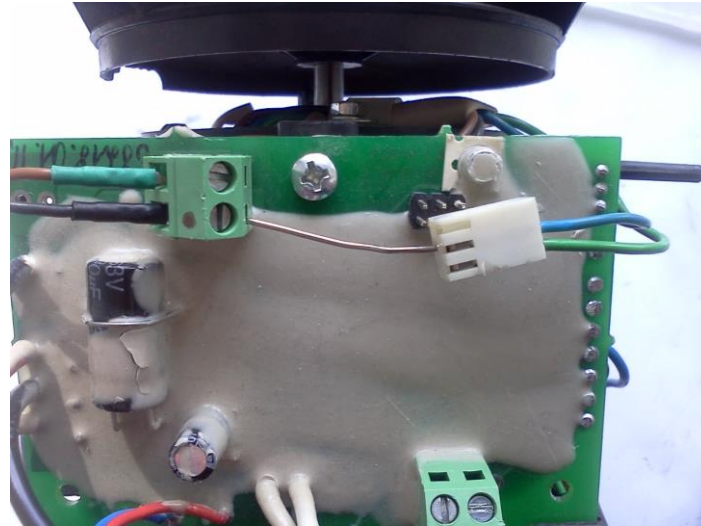

Fig.12 – Connexion du signal de contrôle (PWM) du moteur pour les tests
- 2) Vérifier le bon fonctionnement du compresseur d'air. Pour ce faire, au moyen d'une barrette, un fil de fer fin ou un câble, brièvement court-circuitez le contact du fil bleu (bloc de connexion blanc, PWM) sur le contact du fil noir (fig.12). Dans ce cas, l'appareil de chauffage doit être connecté à une source d'alimentation mais ne doit pas être allumé. Si le ventilateur commence à tourner, le compresseur d'air fonctionne.
- 3) Vérifiez le compresseur d'air pour l'absence de points morts. Pour ce faire, changez la position du ventilateur et fermez le contact du fil bleu sur le fil noir (fig.12), pour vérifier si le compresseur d'air démarre dans toutes les positions. S'il y a des points morts, le compresseur d'air est défectueux.
4) Vérifier le bon fonctionnement du canal de mesure de tours. Pour ce faire, fermez les contacts des fils bleu et noir (fig.12) et mesurez la fréquence d'impulsions sur le fil vert avec un testeur numérique. Pendant que le compresseur d'air s'accélère, la fréquence d'impulsions doit augmenter. Déconnectez le contact. Le compresseur d'air ralentit et la fréquence d'impulsions commence à diminuer. Si l'une de ces conditions n'est pas remplie, le compresseur d'air est défectueux.